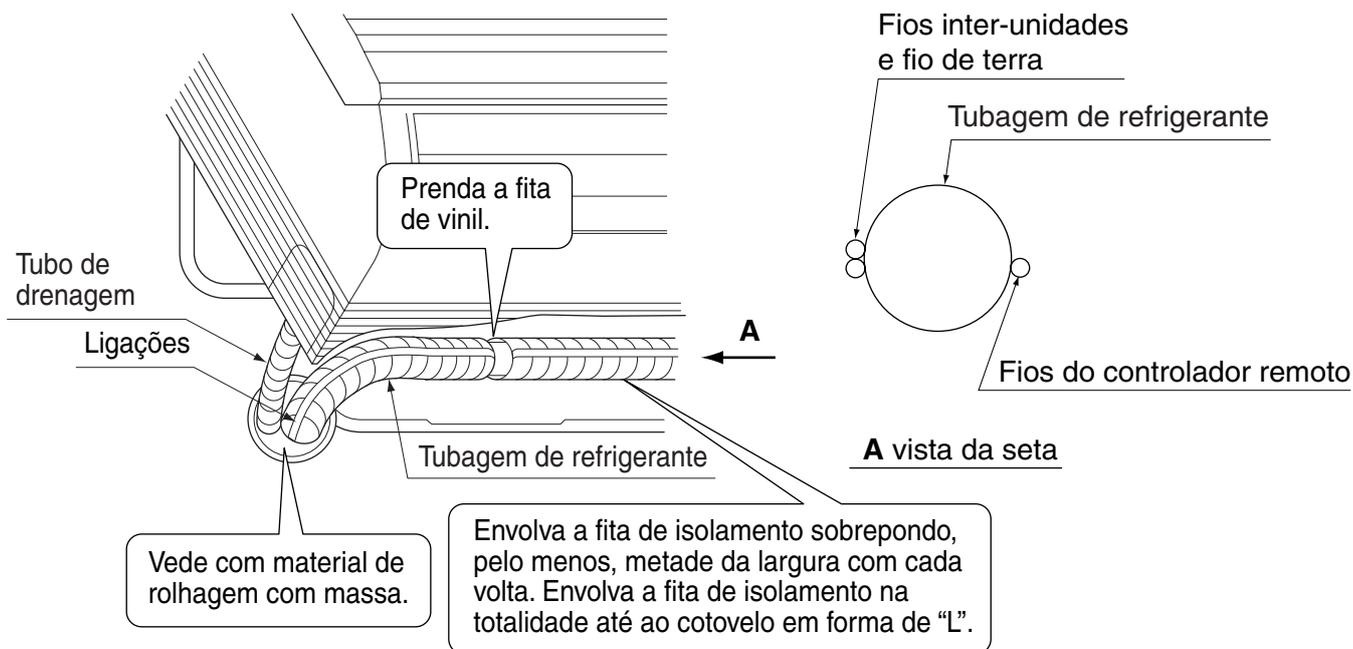

Fig. 10
(7) Passe o fio inter-unidades, o fio de terra e o fio do controlador remoto pelo guia respectivo e através do orifício na traseira da unidade interior e para a frente.
(8) Ligue a tubagem. (Consulte “5. TUBULAÇÃO DE REFRIGERANTE” e a Fig. 10)
- Para evitar os ruídos provocados pelo fio de alimentação eléctrica no fio do controlador remoto, este fio deve ficar tão afastado quanto possível dos fios das unidades/de terra. Conforme ilustrado na Fig.10, mantenha os fios das unidades e o fio de terra juntos. Instale o fio do controlador remoto mantendo uma boa distância relativamente ao fio inter-unidades/fios de terra (ou seja, do outro lado dos fios inter-unidades e de terra). De seguida, fixe-os bem na tubagem de refrigerante.